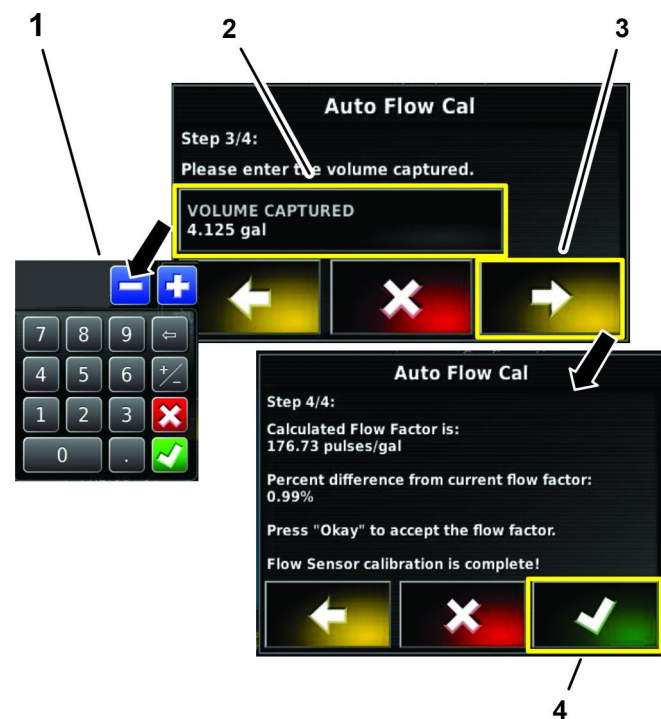

Рисунок 173
- На этапе 3 из 4 мастера автоматической калибровки расхода нажмите на значок «ОБЪЕМ СОБРАННОЙ ЖИДКОСТИ», введите объем жидкости, переведенный в нужные единицы в пункте 4 раздела Расчет объема распыления за 60 секунд (страница 74), с помощью клавиатуры на экране и нажмите на значок подтверждения (Рисунок 173).
2. Нажмите стрелку «далее» (Рисунок 173).
3. На этапе 4 из 4 мастера автоматической калибровки расхода нажмите на значок подтверждения (Рисунок 173).